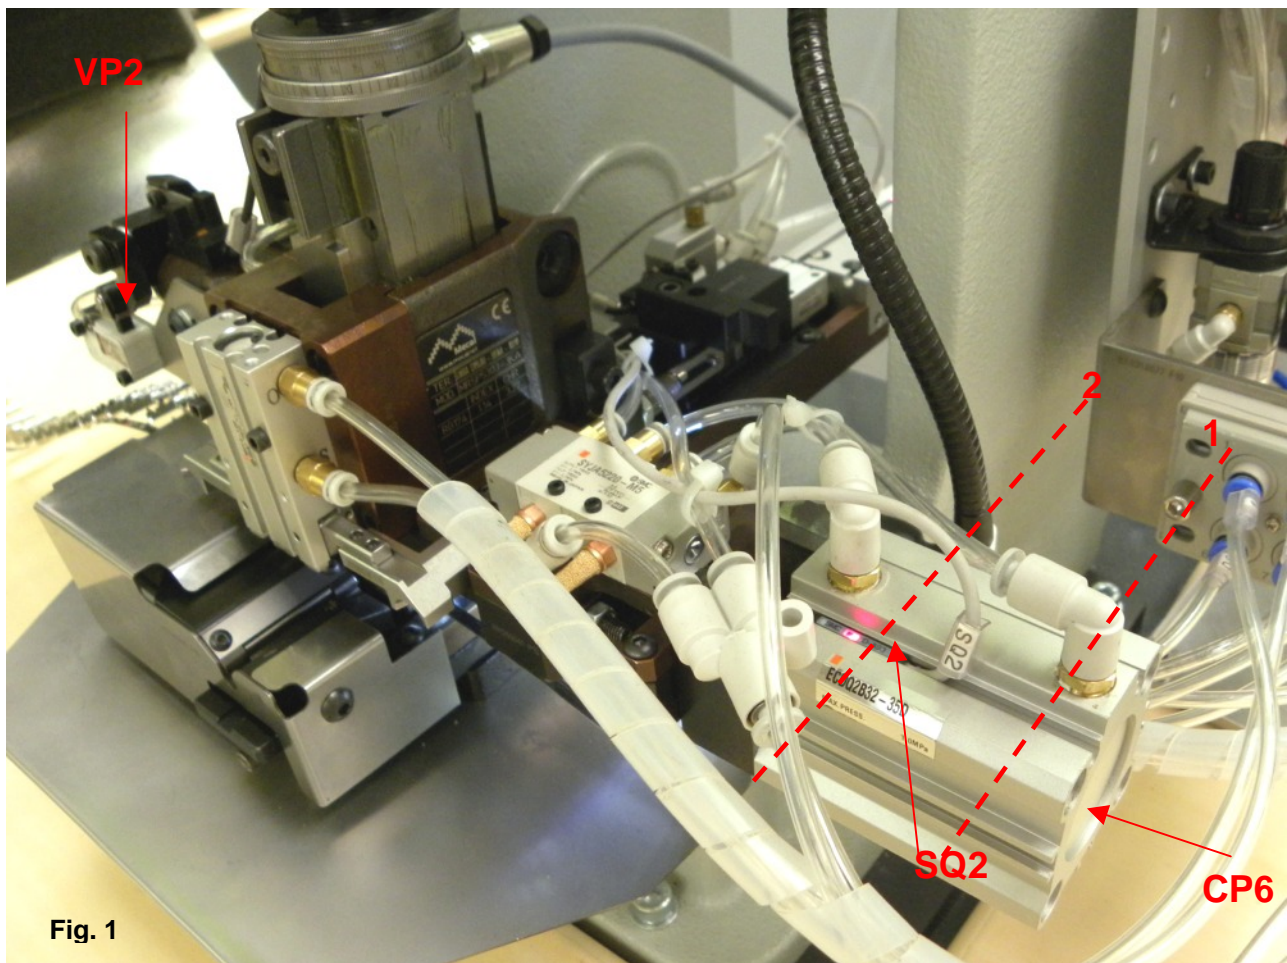

Fig. 1
- Allentare vite e spostare sensore SQ2 verso posizione 2 (Fig.1) fino a quando si spegne. Bloccare sensore